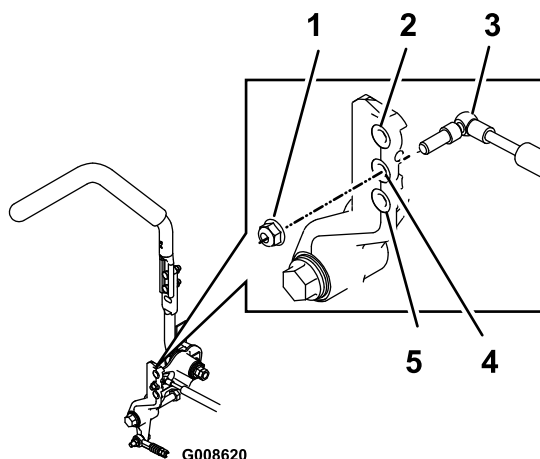

Figura 63
1. Perno (4)
3. Retire la contratuerca, mueva el perno de montaje del amortiguador a la posición deseada e instale la contratuerca. Consulte las opciones de montaje en Figura 63.